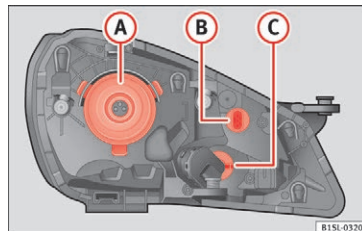

Fig. 84 I motorrummet: bageende af venstre forlygte med gummiafdækning: **A** nærlys og fjernlys, **B** positionslys og dagskørellys, **C** blinklys
Nærlys og kørellys Fig. 84 (A)
Positionsllys og dagskørellys Fig. 84 (B) / blinklygte foran Fig. 84 (C)